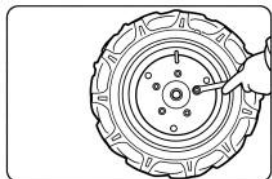

Рис.2
- Установите ступицы колёс на колёсные диски (рис. 2). Закрепите при помощи болтов и гаек с шайбами.